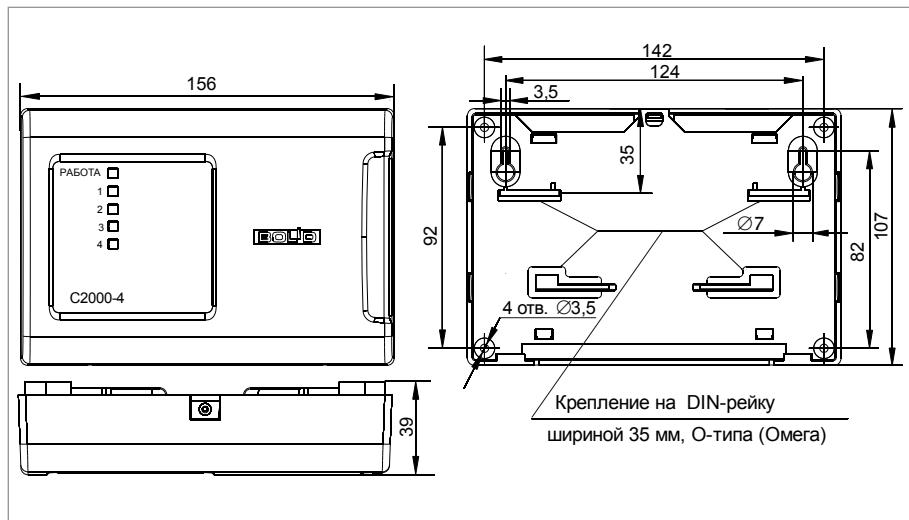

Рисунок 20. Внешний вид и габаритные размеры прибора
1.1. Вариант 1 (Навешивание прибора на два шурупа и фиксация третьим шурупом). Наметьте на стене места для трех установочных отверстий (двух верхних, имеющих форму пазов для навешивания, и одного из нижних на выбор) в соответствии с габаритным чертежом (см. рис. 20).